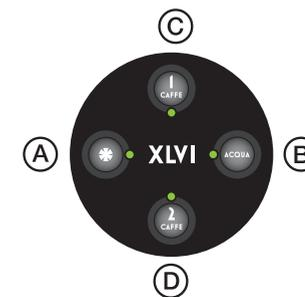

Fig.7
- Per erogare acqua dai gruppi nella versione elettronica è sufficiente premere il tasto (A) posto sulla pulsantiera (fig.7). Il tasto (A) ha la funzione di interruttore per l'erogazione continua e arresto della stessa.
- Per erogare vapore è sufficiente abbassare le leve (7). Quando si desidera interrompere l'erogazione di vapore riportare le leve (7) nella posizione iniziale.
- Per erogare acqua dalla lancia (9) nella versione elettronica è sufficiente premere il tasto (B) posto sulla pulsantiera (fig.7)
Azionare la leva (fig.7) e portare il latte alla temperatura desiderata.